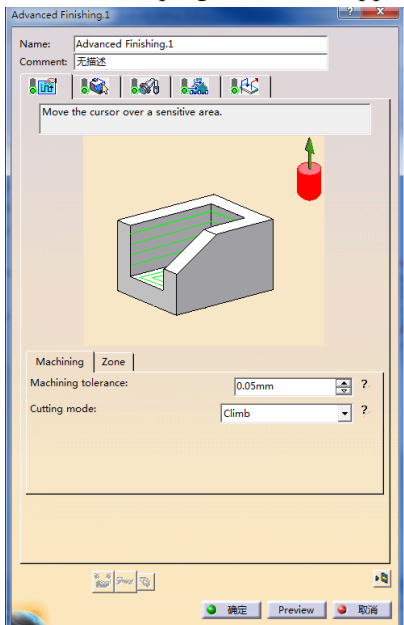

图 3-234 “Machining”选项卡（14）
- 在“Machining”选项卡（14）的“Machine tolerance”文本框中输入“0.05mm”，在“Cutting mode”下拉列表中选择“Climb”选项，如图 3-234 所示。